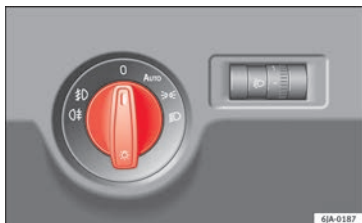

Fig. 129 Cuadro de instrumentos: mando de las luces.
La ubicación de mandos de control de los coches **con dirección a la derecha** difiere parcialmente de la ubicación mostrada aquí » **fig. 129** » pág. 130. Sin embargo, los símbolos que indican las respectivas posiciones de los mandos siguen siendo iguales.
- Gire el mando de las luces »» **fig. 129** hasta la posición ».
- Gire el mando de las luces »» **fig. 129** hasta la posición 0.
Las luces diurnas son unos dispositivos de señalización pensados para aumentar la seguridad vial. Se trata de unas luces integradas en los faros que se encienden cada vez que se conecta el encendido si el mando de luces se encuentra en la posición 0 o **AUTO** »» **fig. 129**. Se desactiva automáticamente al conectar la luz de población.
Si el conmutador de luces está en la posición **AUTO** » fig. 129, se conectan o desconectan automáticamente la luz de posición y de cruce, así como la luz de matrícula.